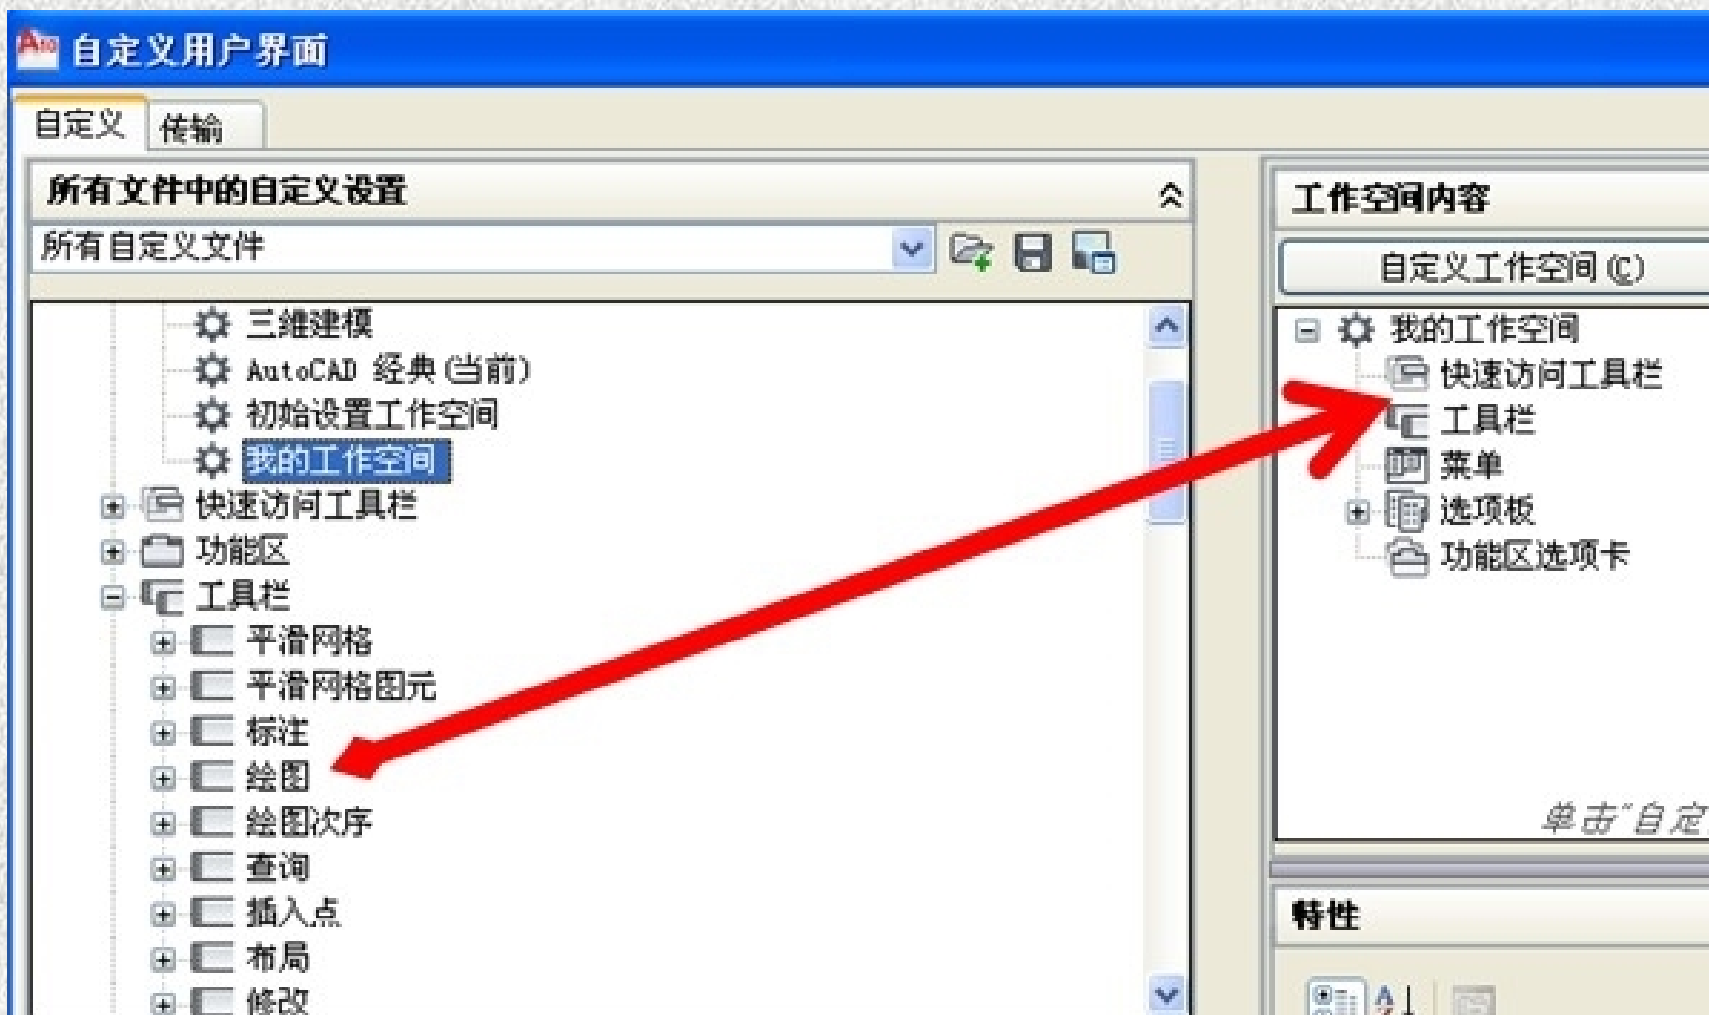

图2-11 移动工具演示图
(3) 单击【我的工作空间】，右边的工作空间内容将显示【我的工作空间】的构成，此时将左边的工具栏下的【绘图】工具和【修改】工具直接拖动到右边的工具栏下，如图2-11所示。